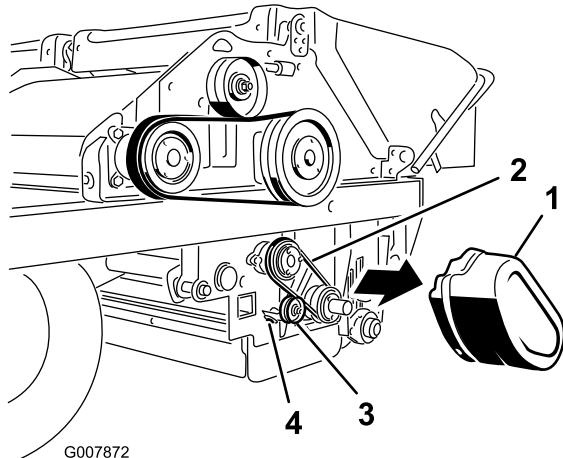

Figura 62
- 3. Empurre a polia intermédia para a correia e aperte a porca da polia intermédia Figura 62).
1. Retire a cobertura da correia (Figura 62).
2. Desaperte a porca na polia intermédia (Figura 62).